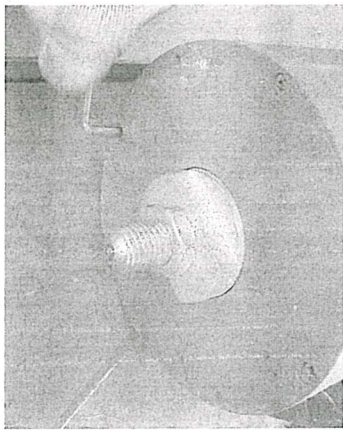

图 4.4
- 步骤 1: 用内六角扳手先拆下 4-M5 的螺钉 (图 4.4);